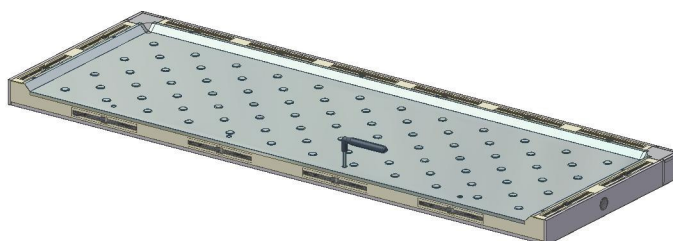

Fig. 2
- Em primeiro lugar devem ser montados os **painéis do fundo** (Fig. 2);